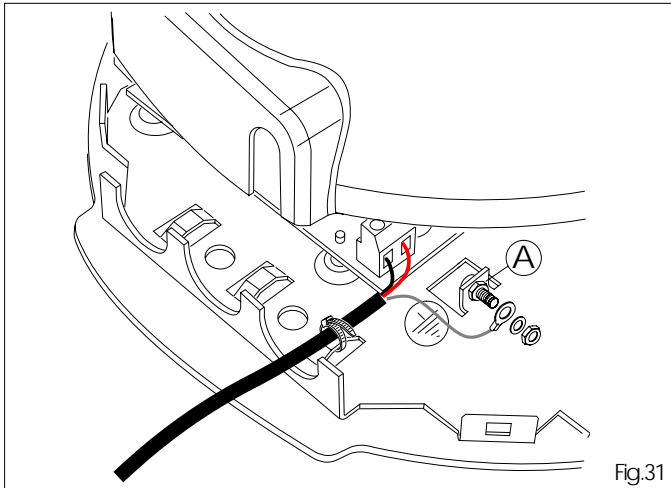

Fig.31
Collegare la terra dell'impianto nel morsetto dedicato (vedi adesivo di identificazione fig. 31 rif. A).
9.2 Inserire la vite nella apposita sede e serrare con rosetta più dado (fig.31 rif.A).